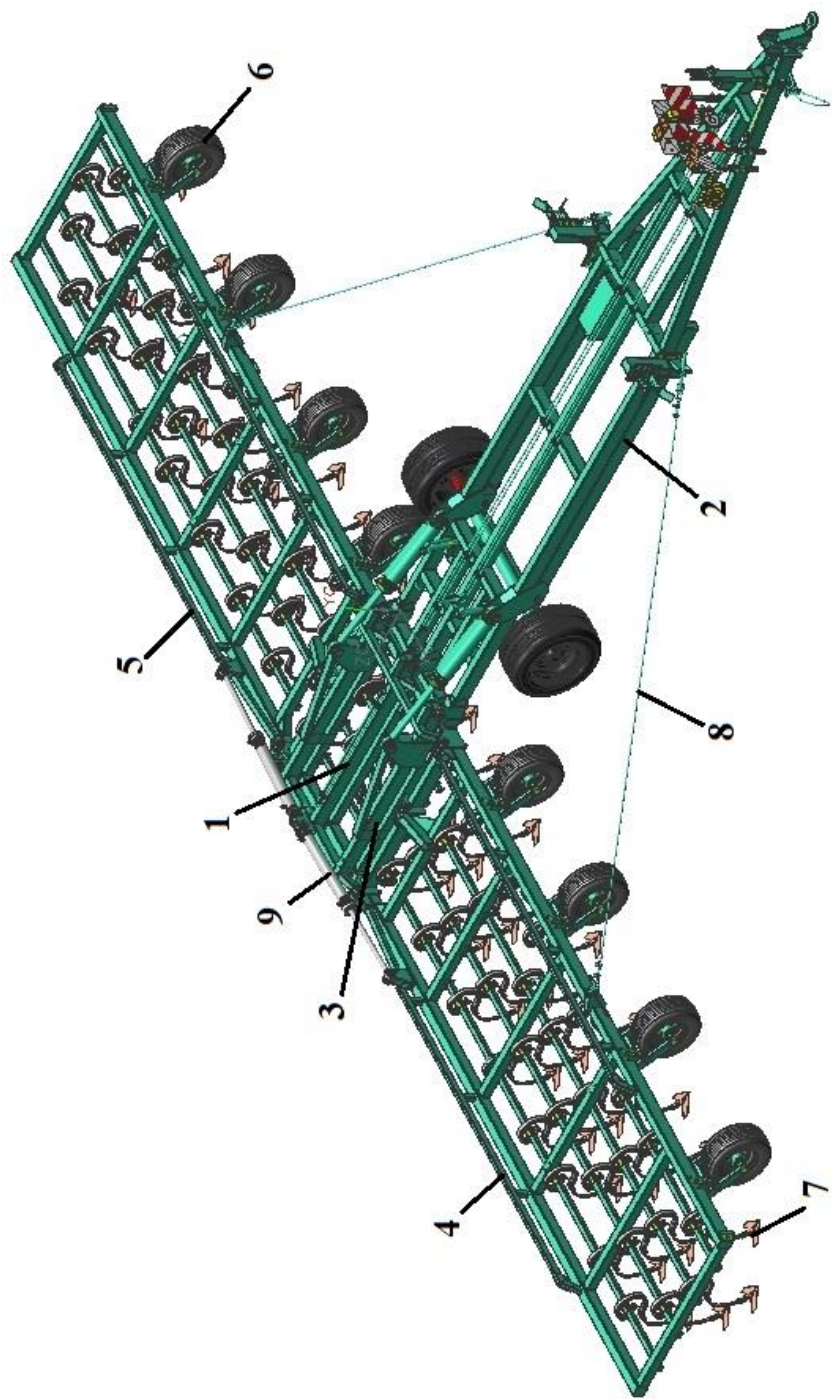

Рисунок 1 – Общий вид культиватора КПМ-12Е в рабочем положении
3.1 Культиватор КПМ представляет собой полуприцепную машину, состоящую из: рабочего полотна 1, транспортной тележки 2, стяжек крыльев 8, гидросистемы 9 (рис. 1, 1а).
3.2 Рабочее полотно состоит (рис. 1) из центральной секции 3, крыла правого 4, крыла левого 5. На полотне установлены рабочие органы 7. На крыльях установлены копирующие колёса 6 с винтовой регулировкой глубины обработки. Глубина обработки центральной секции регулируется колесами транспортной тележки.
Рисунок 1а – Общий вид культиватора КПМ-10Е в рабочем положении
(остальное см. рисунок 1)